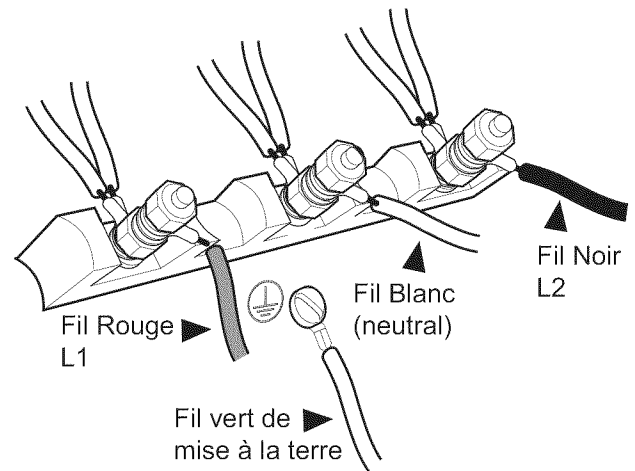

Figure 12 : Connexion à quatre fils
4. Fixez le fil neutre mis à la terre du circuit d'alimentation au plot central du bloc de jonction avec un écrou (voir la *Figure 12*).